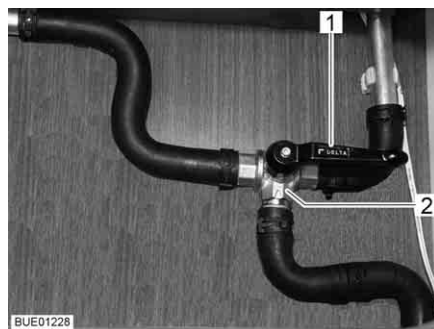

Fig. 169 Vanne à 3 voies
- Positionner le levier (Fig. 169,1) de la vanne à 3 voies (Fig. 169,2) parallèlement au sens du débit linéaire (Fig. 169).
- Positionner le levier (Fig. 169,1) de la vanne à 3 voies (Fig. 169,2) perpendiculairement au sens du débit linéaire.